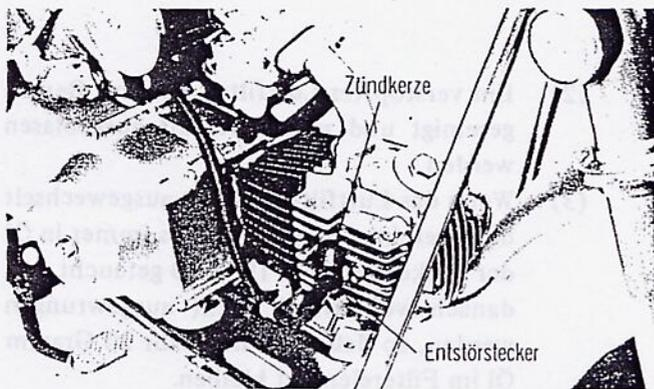

Abbildung 102
- (1) Im einfachsten Falle dreht man die Zündkerze heraus und legt sie an Masse. Dann vorgehen, wie wenn man den Motor anläßt. Wenn ein starker blau-weißer Funke überspringt, zeigt dies, daß Zündspule und Schwunglichtmagnetzünder in einwandfreiem Zustand sind. (Abbildung 102)